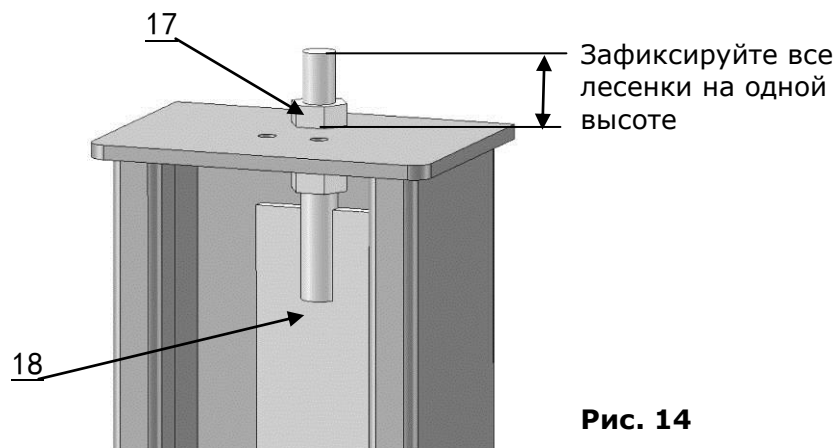

Рис. 14
2. Зафиксируйте стопорную лесенку (см.рис. 14).